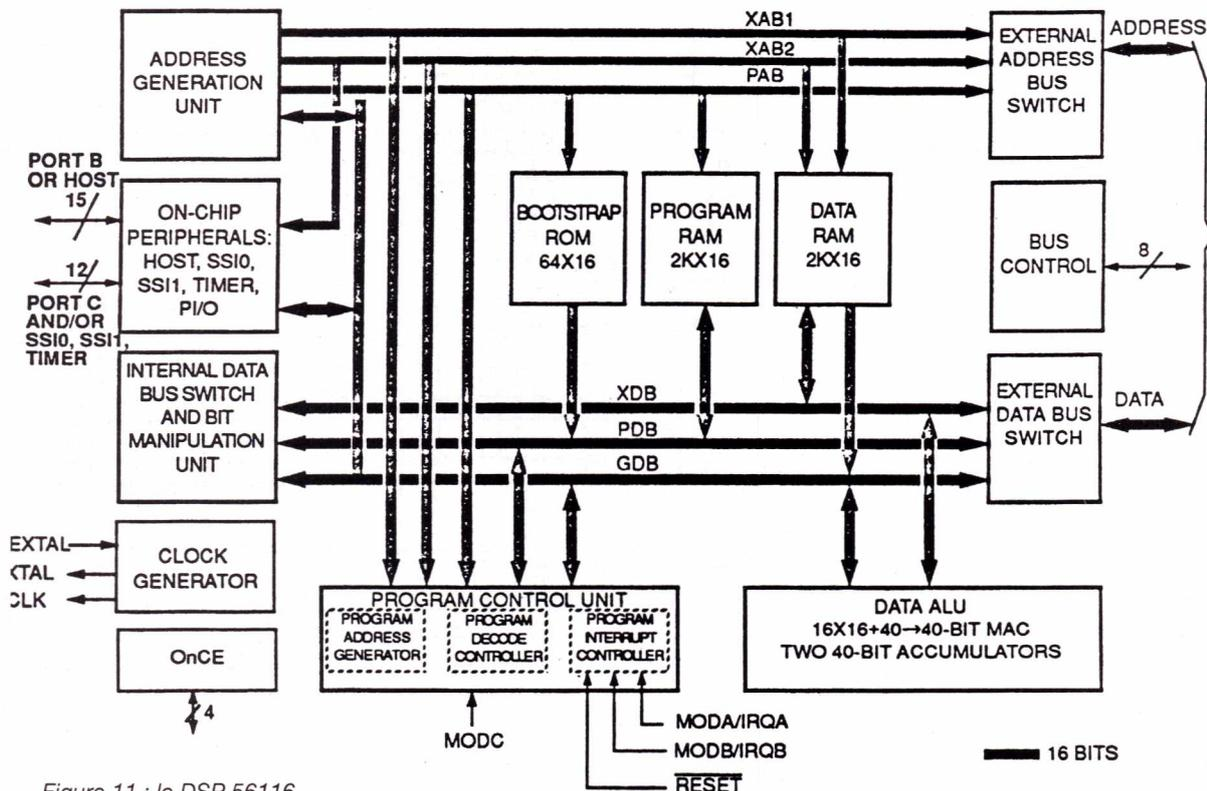

Figure 11 : le DSP 56116
1) Le DSP 56116 incorporant une interface hôte, 2 liaisons série synchrones avec les lois de compression μ et A, un émulateur intégré, 1 timer 16 bits, etc. (figure 11).